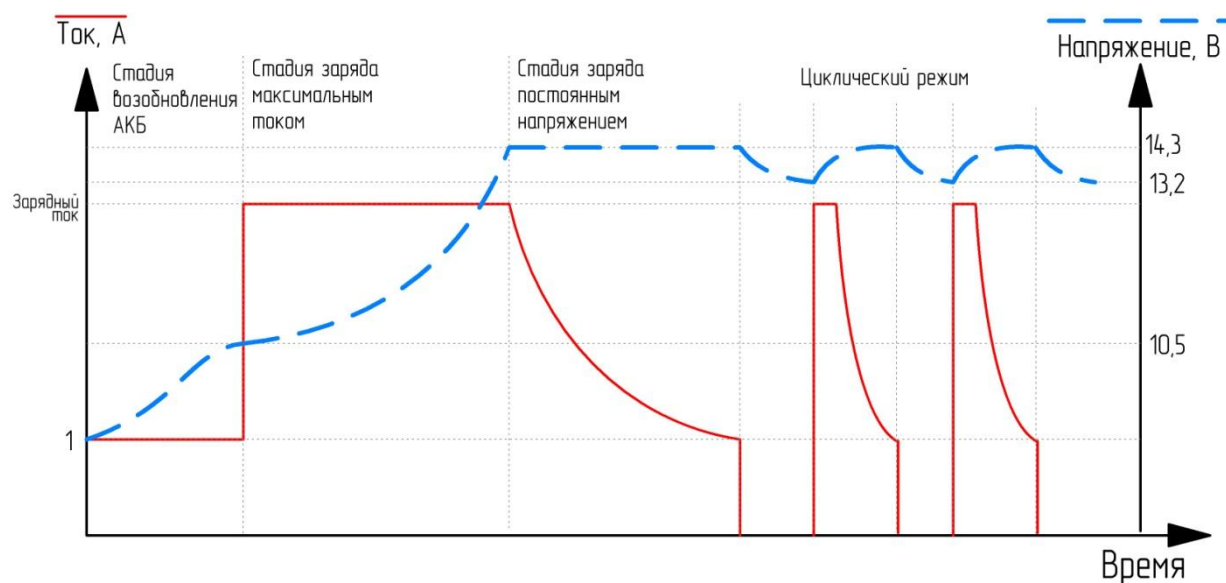

Рисунок 1 Диаграмма двух стадийного заряда аккумуляторной батареи
1.2.1. В контроллере реализован двухстадийный алгоритм заряда аккумуляторных батарей. см. рисунок 1.